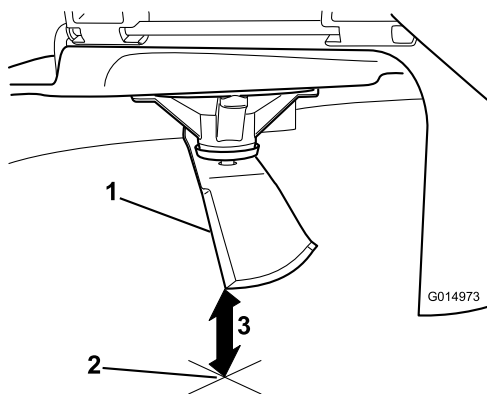

Figura 49
5. Mida desde la punta de la cuchilla hasta la superficie plana (Figura 49).